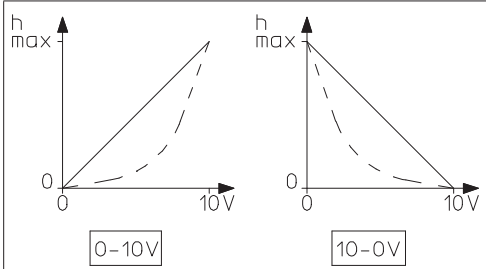

Abb. 5: Kennlinien Invertierung DIP-Schalter 7
| (7) | ON = 10 V - 0 Vsiehe Abb. 5                            | OFF = 0 V - 10 V                                                                                      |